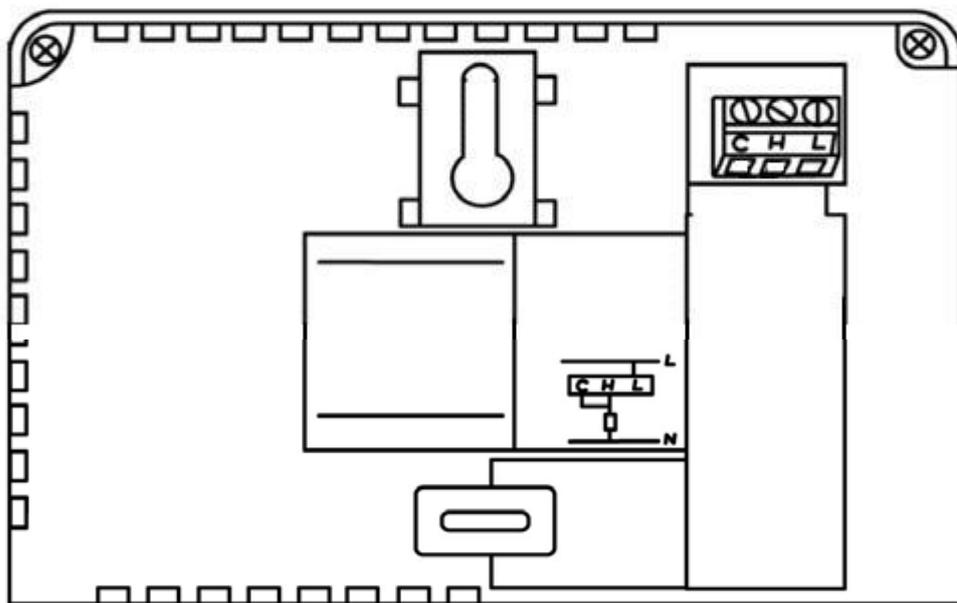

Рисунок 4 [L, N - место подключения соединительного кабеля (C - не используется)]
2) Выполните электрическое подключение к котлу (см. рисунок 4), контакты **L** и **N** (только для специалиста Уполномоченного Сервисного Центра).